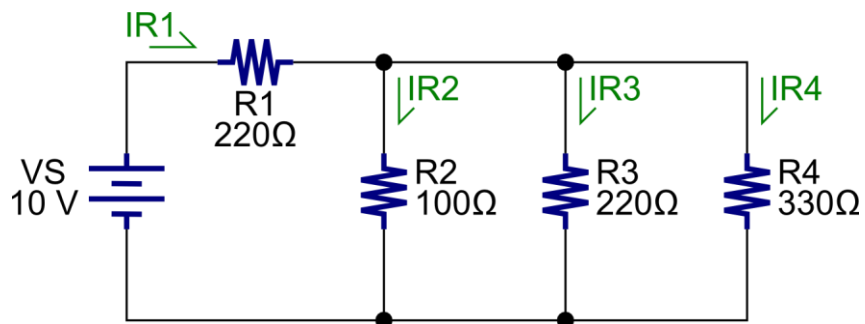

Figura 2. Circuito para la comprobación del divisor de corriente.
3. Calcule la corriente I_{R1} del circuito de la Figura 2 combinando las resistencias en paralelo.
4. Calcule la corriente que pasa por cada una de las resistencias del circuito de la Figura 2, utilizando la corriente del punto anterior y la ecuación del divisor de corriente (no utilice la Ley de Ohm). Debe calcular las conductancias G_2 , G_3 y G_4 para este cálculo. Complete la Tabla 2.
1. Construya el circuito de medición de la Figura 2.